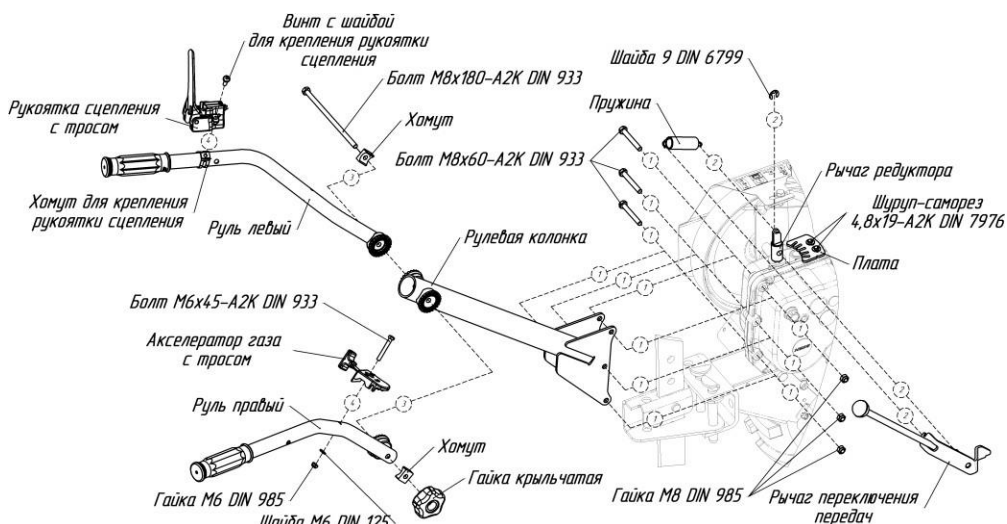

Рис.7. Схема установки на мотоблок деталей, демонтированных для облегчения упаковки и транспортировки
3. После установки руля на раму мотоблока следует закрепить акселератор газа с тросом в отверстии на правой половине руля с помощью винта М6, пружинной шайбы и гайки М6, проверить работу механизма возвратно-поступательными движениями рычага (рис. 7).
Установить Рычаг переключения передач в отверстие на Рычаге редуктора и зафиксировать его Шайбой. (Рис.7, 7.1.).
Завести Пружину в зацепление сначала с Рычагом редуктора, затем с Рычагом переключения передач. (Рис.7, 7.1.).